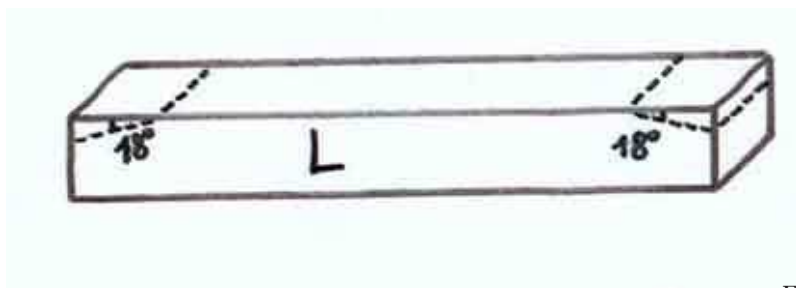

Fig. 1
- biseauter les deux extrémités, dans le sens de la longueur, selon un angle de  $18^\circ$  pour les plus longs et  $21^\circ$  pour les courts (voir fig. 1).